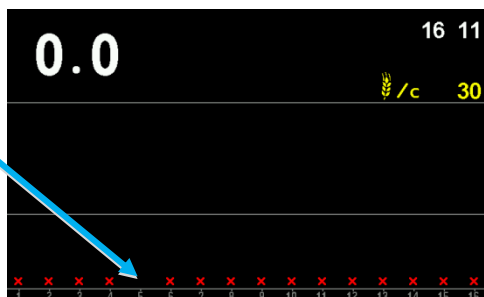

Рисунок 29
12. Убедиться, что адрес датчика изменился на требуемый. Для этого физически отключить и подключить датчик к жгуту связи (см. "Рисунок 29").